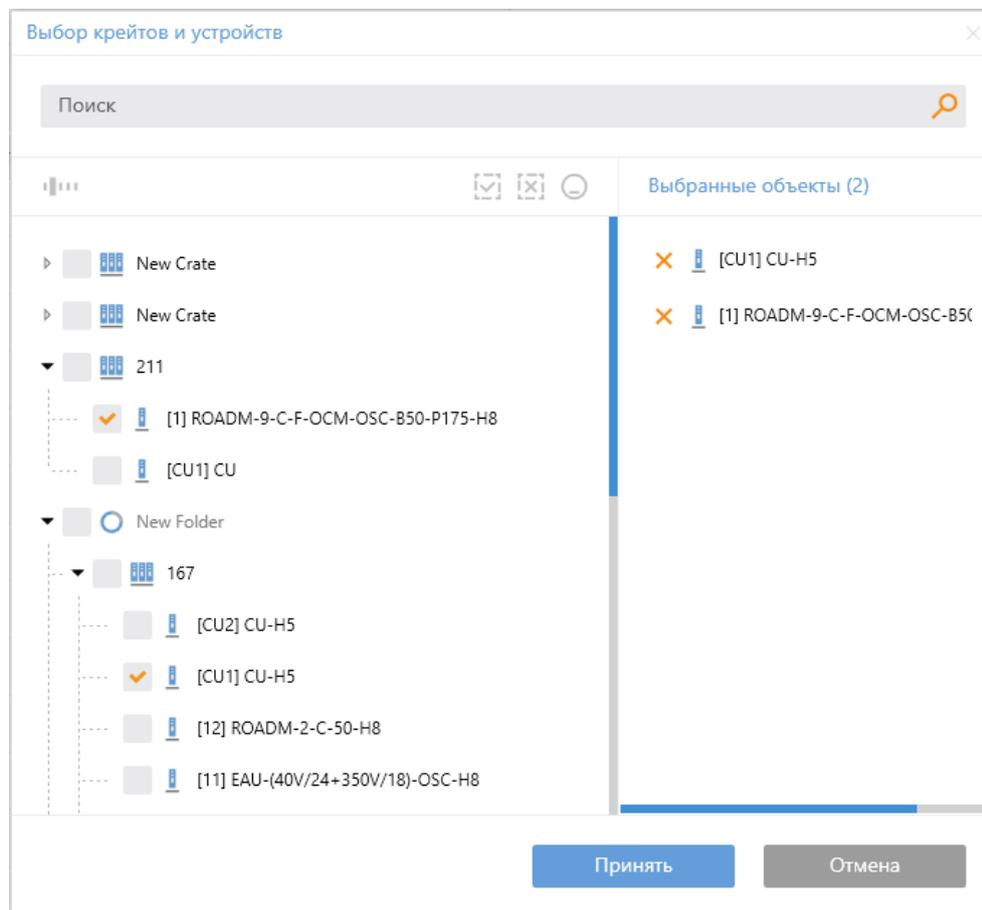

Рисунок 53 - Фильтр журнала оборудования по пользователям
- **Объект** – при установленном фильтре отображаются только события, относящиеся к выбранным объектам. При пустом поле отображаются события для всех объектов. Для выбора объектов необходимо нажать на кнопку  в правой части поля и в появившемся окне (Рисунок 53) отметить один или нескольких объектов, после чего нажать на кнопку **Принять**.